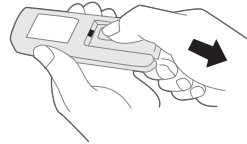

Fig. 2
- Faites glisser le couvercle de la pile vers l'arrière comme indiqué sur la Fig.2.